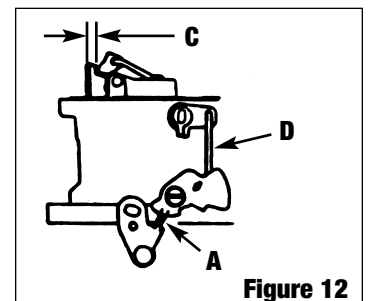

Figure 12
Pour 1405-1407 voir FIG. 12. Placez la vis de ralenti accéléré (A) sur le second niveau de came. Déplacez la soupape du starter vers la position fermée, le plus loin possible, sans forcer. La dimension (C) doit être de 0,12 cm (3/64") à 0,19 cm (5/64") entre le bord supérieur de la soupape du starter et la paroi de la prise d'air. Pour ajuster, pliez la tige (D).
• **TRINGLERIE DE RALENTI ACCÉLÉRÉ, POUR LES CARBURATEURS ÉQUIPÉS DE STARTER MANUEL SEULEMENT (FIG. 12)**
Pour ajuster la tringlerie de ralenti accéléré (Figure 12), placez la vis de ralenti accéléré (A) entre les deux crans de la came. Fermez la soupape du starter le plus loin possible, sans forcer. La dimension (C) doit être de 0,12 cm (1/16") entre la soupape du starter et la prise d'air. Pour ajuster cette dimension, pliez la tige (D).